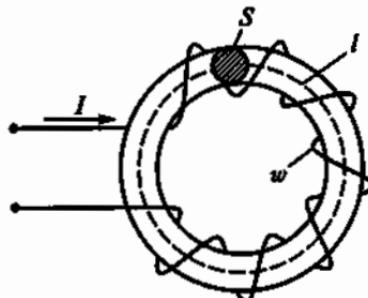

Рис. 59
2.34.Р. Какова индуктивность *L* катушки с ферромагнитным сердечником, изображенной на рис. 59, если $I = 0,2$ А, $S = 5$ см², $l = 20$ см, $B = 0,8$ Тл, $w = 1000$ витков?